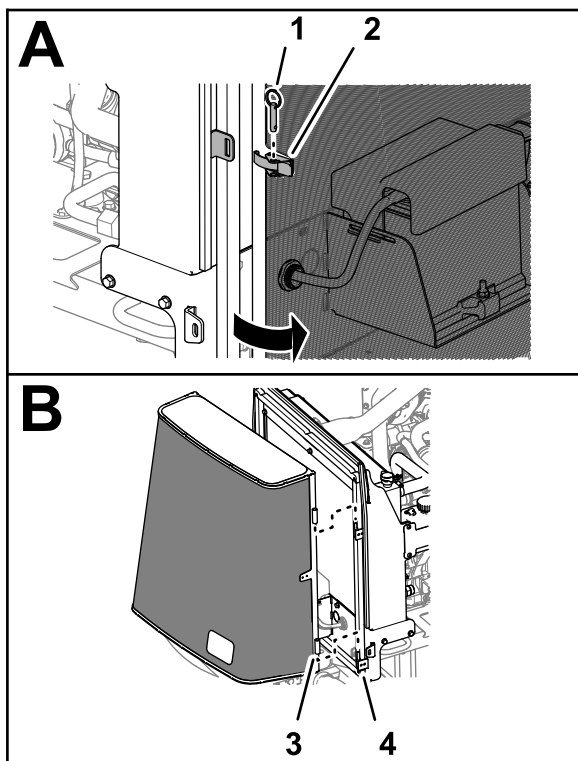

Figura 2
4. Retire el pasador de bola que fija la cerradura de la rejilla (Figura 2).
5. Desenganche la rejilla (Figura 2).
6. Levante la rejilla de los pasadores de giro del bastidor del radiador (Figura 2).